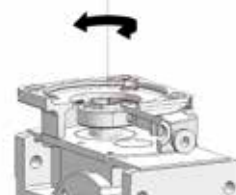

fig. 2
- coloque o redutor na vertical com o flange do motor virado para cima (ver fig. 2);
- orientar o colar de fixação de modo que a cabeça do parafuso de aperto se mostra alinhado com um dos orifícios de acesso sobre a flange do redutor, tendo anteriormente removidas os tampões de fechamento (ver fig. 2);
Limpar o anel de elastômero no assento nas duas semijuntas e aplicar uma fina camada de óleo para facilitar a montagem, ver fig. 2 (utilizar lubrificantes compatíveis com o poliuretano como a vaselina).
Inserir o anel de elastômero (fig. 2) e montar o servo motor sobre o servo redutor, apertando os parafusos de fixação sobre o flange do servo motor (fig. 3).